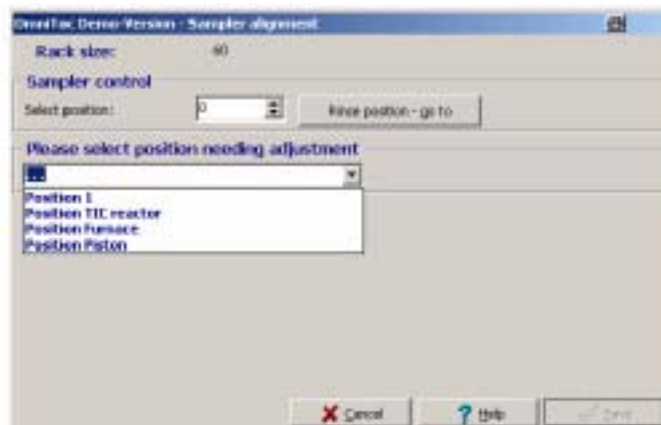
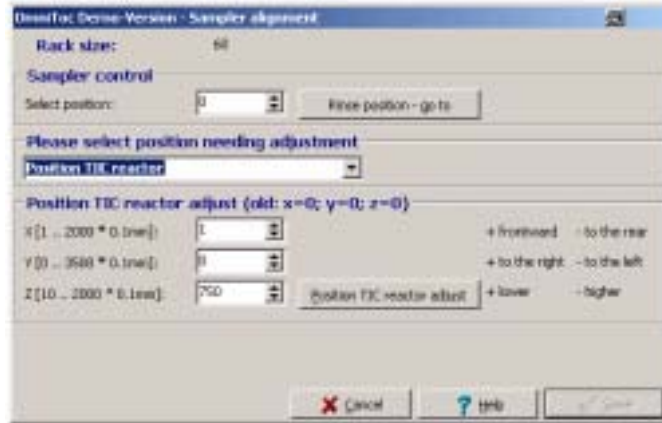

图74 Sampler Alignment (自动进样器调准) 窗口
图75 Sampler Alignment (自动进样器调准) 窗口
3. 在Position Needing Adjustment (进样针位置调整) 窗口，从列表中选择需要调整的位置 (图74，图75)
4. 点击相应的键开始位置的调整 (如POSITION TIC REACTOR ADJUST (TIC反应器位置调整)，见图75)。
2. 在“Sampler alignment”窗口选择Please select position needing adjustment>Position Piston(请选择进样针位置调整>活塞位置)(图74)。